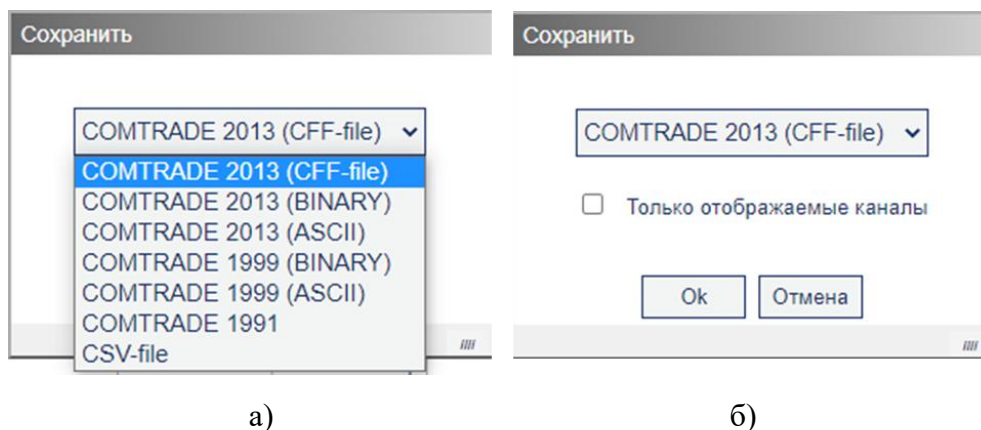

Рисунок 13 – Окно «Сохранить» для сохранения осциллограммы:
3.5.3.6 Кнопка «Сохранить» (см. рис. 11, поз. 2) создает копию открытого файла осциллограммы с внесенными в него изменениями, которые были произведены в ходе работы с Программой, в том числе сохраняются все созданные расчетные сигналы, положение сигналов на экране, текущий масштаб, установленные метки и прочее. При нажатии на эту кнопку появляется диалоговое окно (рис. 13), в котором возможно выбрать один из возможных форматов сохранения осциллограммы COMTRADE в соответствии с международным стандартом IEEE Std C37.111-2013: